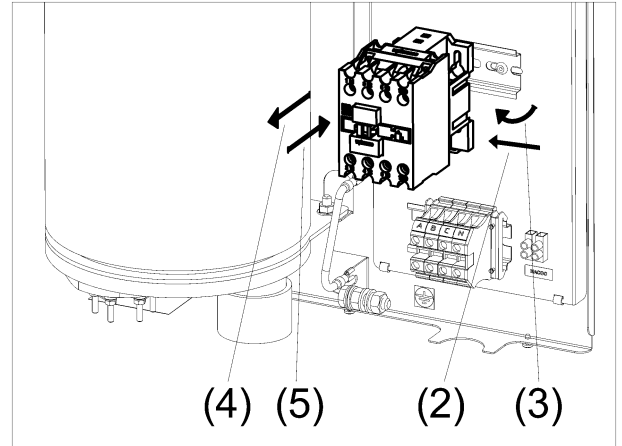

Рисунок 16. Замена электромагнитного контактора
- (1) Отсоедините все провода от реле, которое нужно заменить (см. рис. 16);
- (2) Открутите крестовой отвёрткой два самореза, фиксирующие реле;
- (3) Снимите реле;
- (4) Установите новое реле взамен прежнему;
- (5) Подсоедините отсоединённые провода.